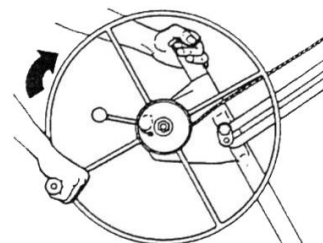

Figure 11
1. Obracaj koło wyciągarki w kierunku pokazanym na Rys. 11 dopóki płyta nie znajdzie się na żądanej wysokości. Podczas podnoszenia płyty możesz chwycić drążek wyciągarki dla łatwiejszej operacji podnoszenia.